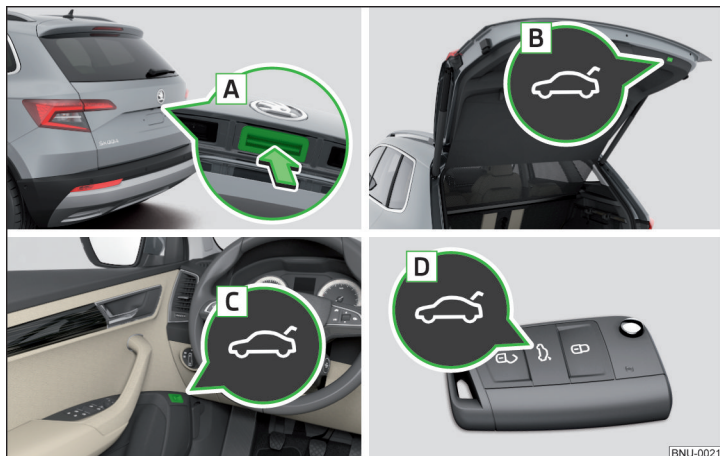

Abb. 55 Klappenbedienung
- ▶ Durch das Drücken des Griffs **A** » Abb. 55.
- ▶ Durch das Drücken der Taste **B** » Abb. 55.
- Die Taste **A** » Abb. 55 wird beim Anfahren bzw. ab einer Geschwindigkeit von mehr als 5 km/h deaktiviert. Nach dem Anhalten und Öffnen einer Tür wird die Taste wieder aktiviert.
- › Die Taste **B** » Abb. 55 auf Seite 67 gedrückt halten, bis ein akustisches Signal ertönt.
Die Klappe reagiert nicht auf ein Öffnungssignal	Entfernen eines eventuellen Hindernisses (z. B. Schnee), erneutes Öffnen der Klappe » Seite 67 Drücken des Griffs A » Abb. 55 auf Seite 67 und Ziehen der Klappe nach oben